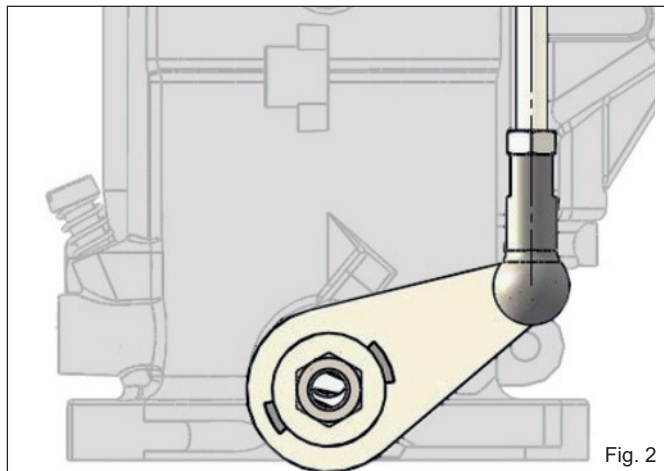

Fig. 2
- Setzen sie die mitgelieferten Drosselklappenhebel so auf, dass sie in einem Winkel von 45° nach oben und zur Motormitte zeigen. (Fig.2)